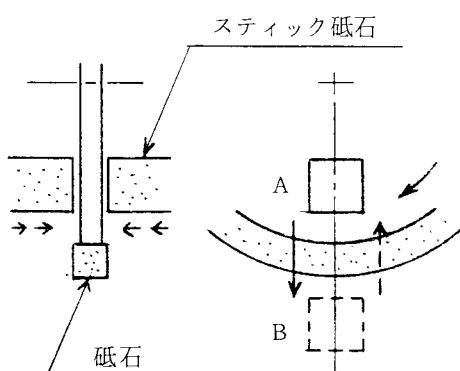

図3-11
- スティック砥石の切込みは図3-11に示すAの位置で行い、Bの位置では切込みを行わないようにする。